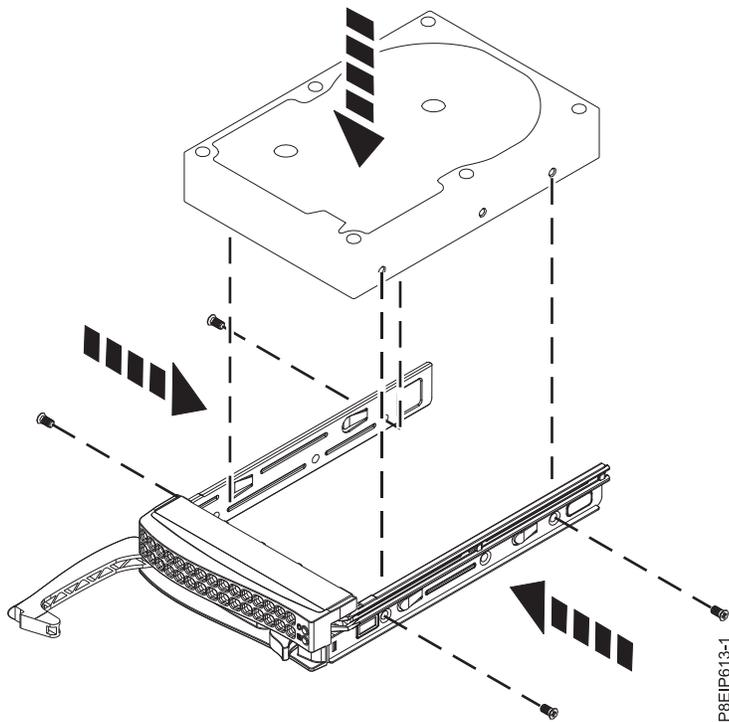

Figura 3. Montaje de la unidad de disco de 3,5 pulgadas en la bandeja de unidad
2. Instale una unidad de disco en la bandeja de unidad. Oriente la unidad de disco de forma que los conectores apunten a la parte posterior de la unidad de disco como se muestra en la Figura 3 en la página 6. Asegure la unidad de disco en los laterales de la bandeja de unidad con cuatro tornillos (dos tornillos en cada lado).